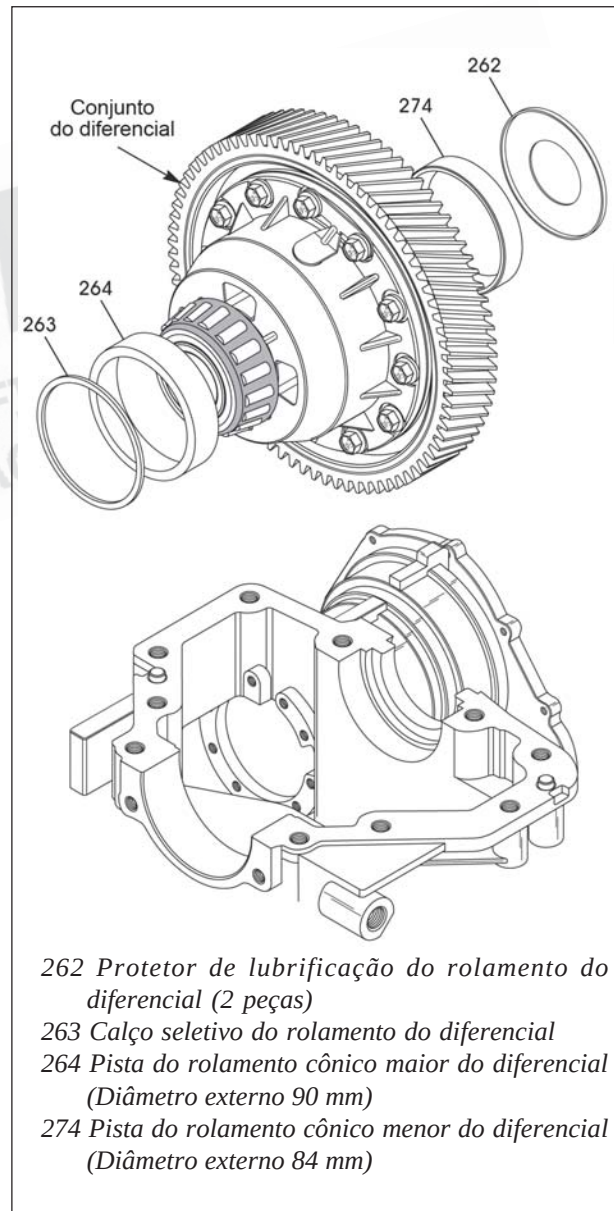

Figura 90
92. Remova o conjunto completo do diferencial, ambas as pistas dos rolamentos e o protetor de lubrificação dos rolamentos como um só conjunto, conforme mostrado na figura 90.